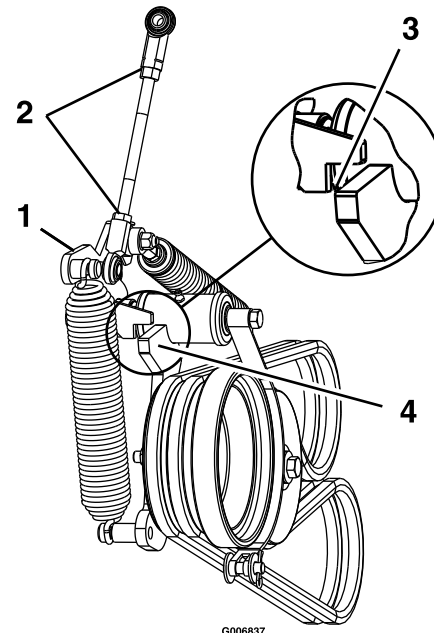

Figura 61
12. Desaperte as porcas de retenção e ajuste a ligação até que o topo do braço intermédio esteja alinhado com o fundo do entalhe no braço de tensão como se mostra na Figura 61.